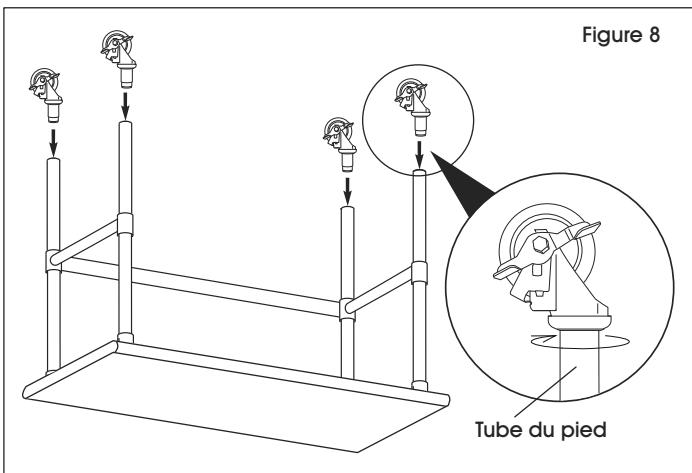

Figure 8
4. Lorsque la roulette est insérée complètement dans le pied, tournez la roulette dans le sens horaire jusqu'à ce qu'elle soit bien sécurisée. (Voir Figure 8)